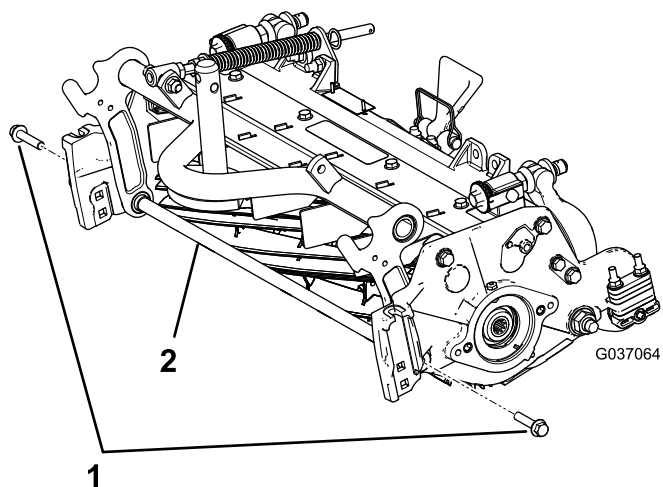

Рисунок 5
A. Выверните два болта с фланцевыми головками, которые крепят несущий стержень, и снимите несущий стержень (Рисунок 5).